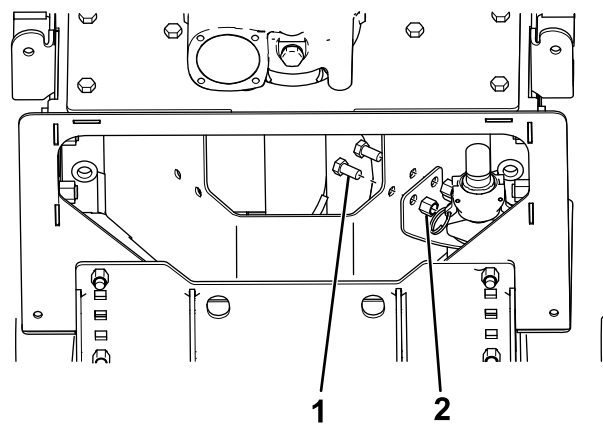

Figure 10
- Pour les épandeurs à vis, montez le support sur la vis à auget comme montré à la Figure 10.